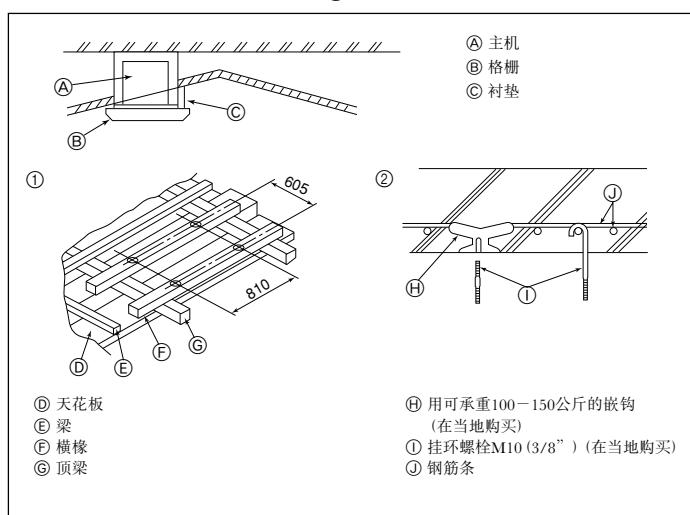

Fig. 2-4
2.4. 悬挂结构(加固悬挂位置的结构) (Fig. 2-4)